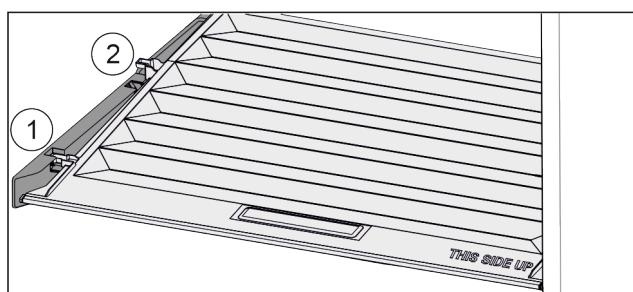

Fig. 137
- Потянуть крышку до отверстия в поддерживающих деталях вперед Fig. 137 (1).
- Поднять сзади снизу и извлечь Fig. 137 (2) движением верх.